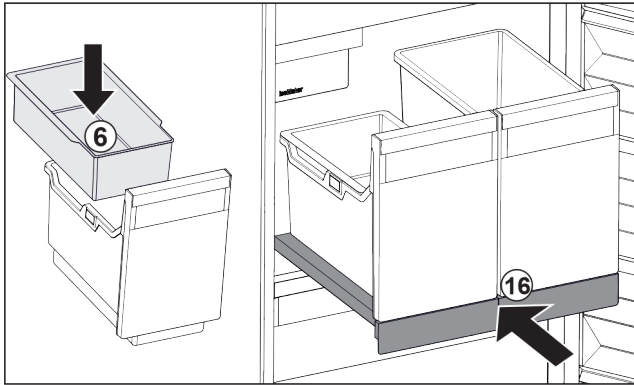

Fig. 40
- ▶ Вставьте навесной лоток Fig. 40 (6) для кубиков льда.
- ▶ Вставьте выдвижную панель с контейнером (IceTower). Fig. 40 (16)